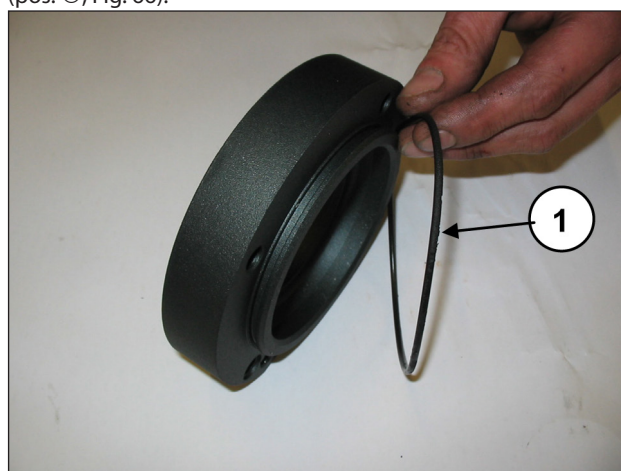
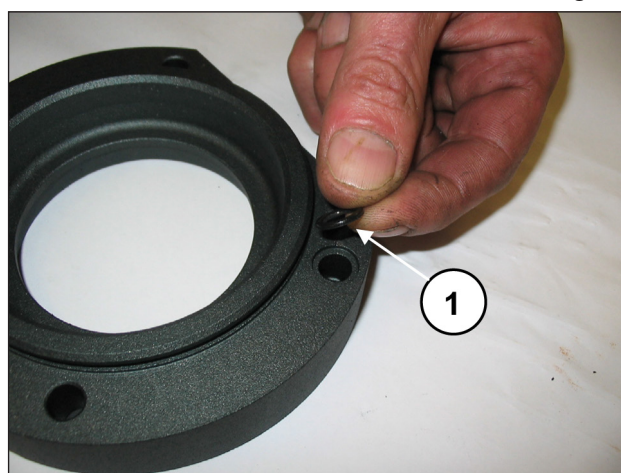

Fig. 65
Fig. 66
Aplique o anel circular externo nas coberturas do rolamento PTO (pos. ①, Fig. 65), e o anel circular do furo de lubrificação (pos. ①, Fig. 66).